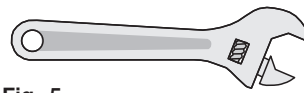

Fig. 5
- Llave ajustable o pinzas ajustables (Fig. 5).